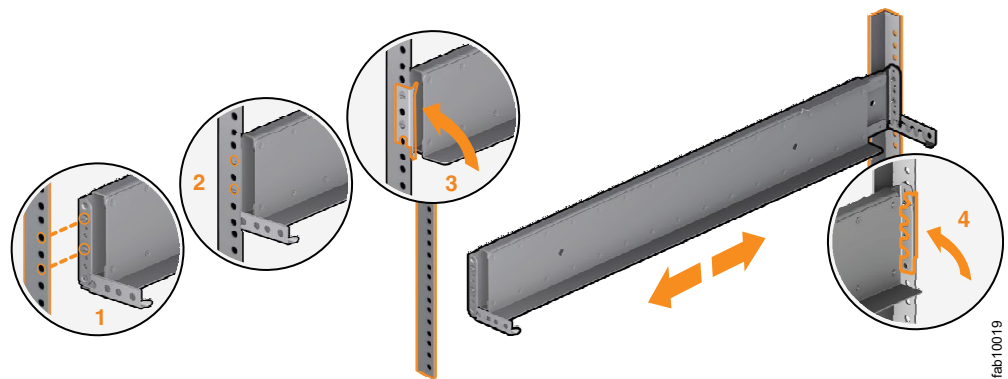

図 16. ヒンジ・ブラケットを閉じる
9. 後部のヒンジ・ブラケットを閉めて、レールをラック・キャビネット・フランジに固定します。(図 16 を参照)。
11. 前部のヒンジ・ブラケットを閉めて、レールをラック・キャビネット・フランジに固定します。図 16を参照してください。